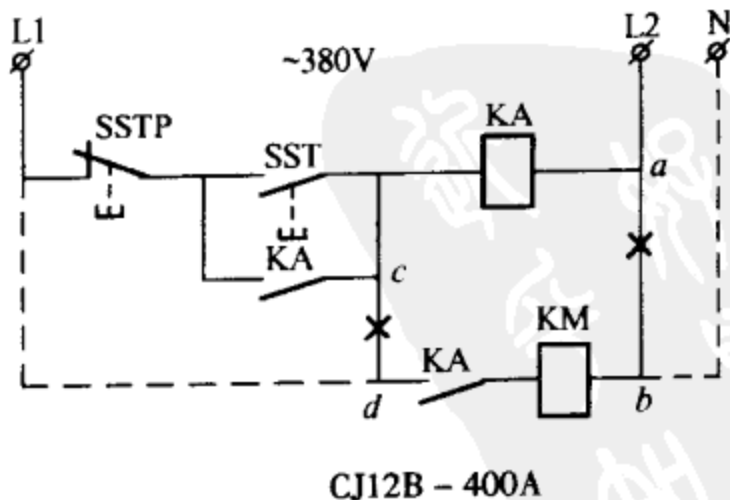
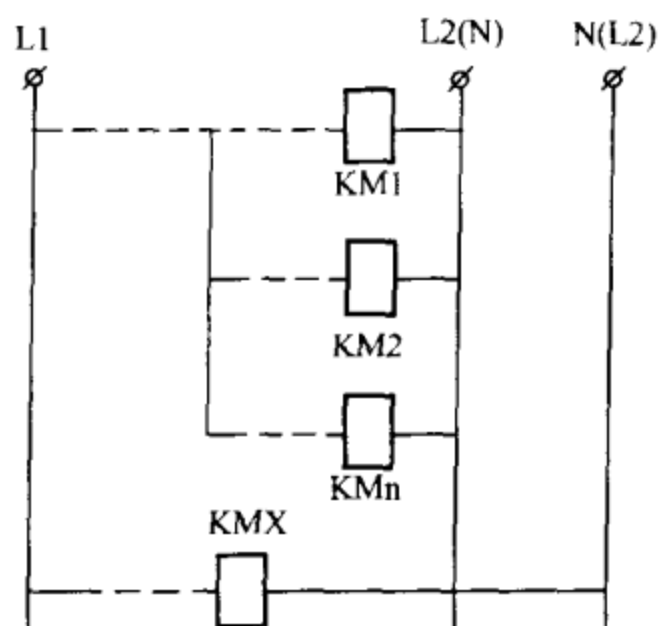

图 3-15 接触器 KM 替代改线示意图
图 3-17 KMX 接触器独立支路示意图
(1) 原控制线路如图 3-15 的实线所示，中间继电器 KA 和主交流接触器 KM 均为 380V。当 KM 损坏时，以 220V 规格的交流接触器代替。若此时仅仅简单地将 ab 处断开，b 处接中性线
两相（或相零）之间，可以直接互换代用（如图 3-17 中的 XKM）。
(2) 如果代用继电器、接触器支路在原电路与若干线圈支路并列时（如图 3-17 中的 KM1 ~ KMn），则：① 互换支路中串有动合触点时，如图 3-15 中动合触点 KA，还需要把动合触点的另一端（cd 处）断开改接（L1），使其与动合触点自成独立支路；